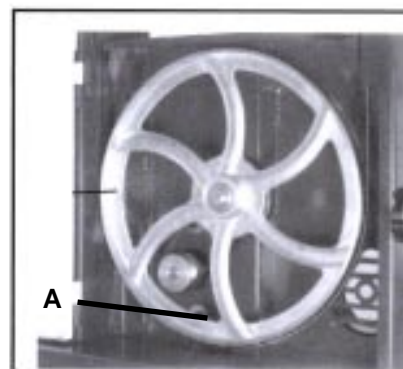

Fig. 10
1. Dévissez la vis (A, Fig.10) et faite pivoter le moteur. Ainsi la courroie se relâche et vous pouvez la mettre dans la gorge désirée.
3. Tendez la courroie au moyen du moteur et serrez la vis (A, Fig.10).